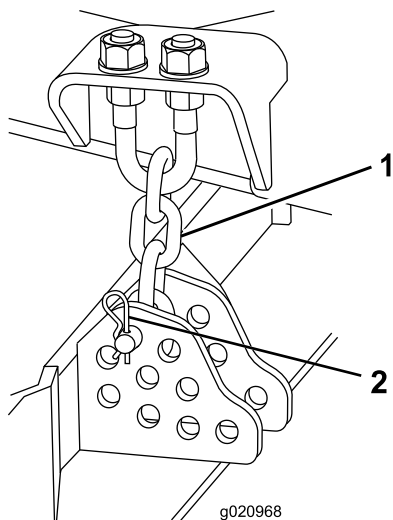

Figura 17
- Retire o contrapino tipo grampo e pino de segurança que fixam as correntes da altura de corte à traseira da plataforma de corte (Figura 17).